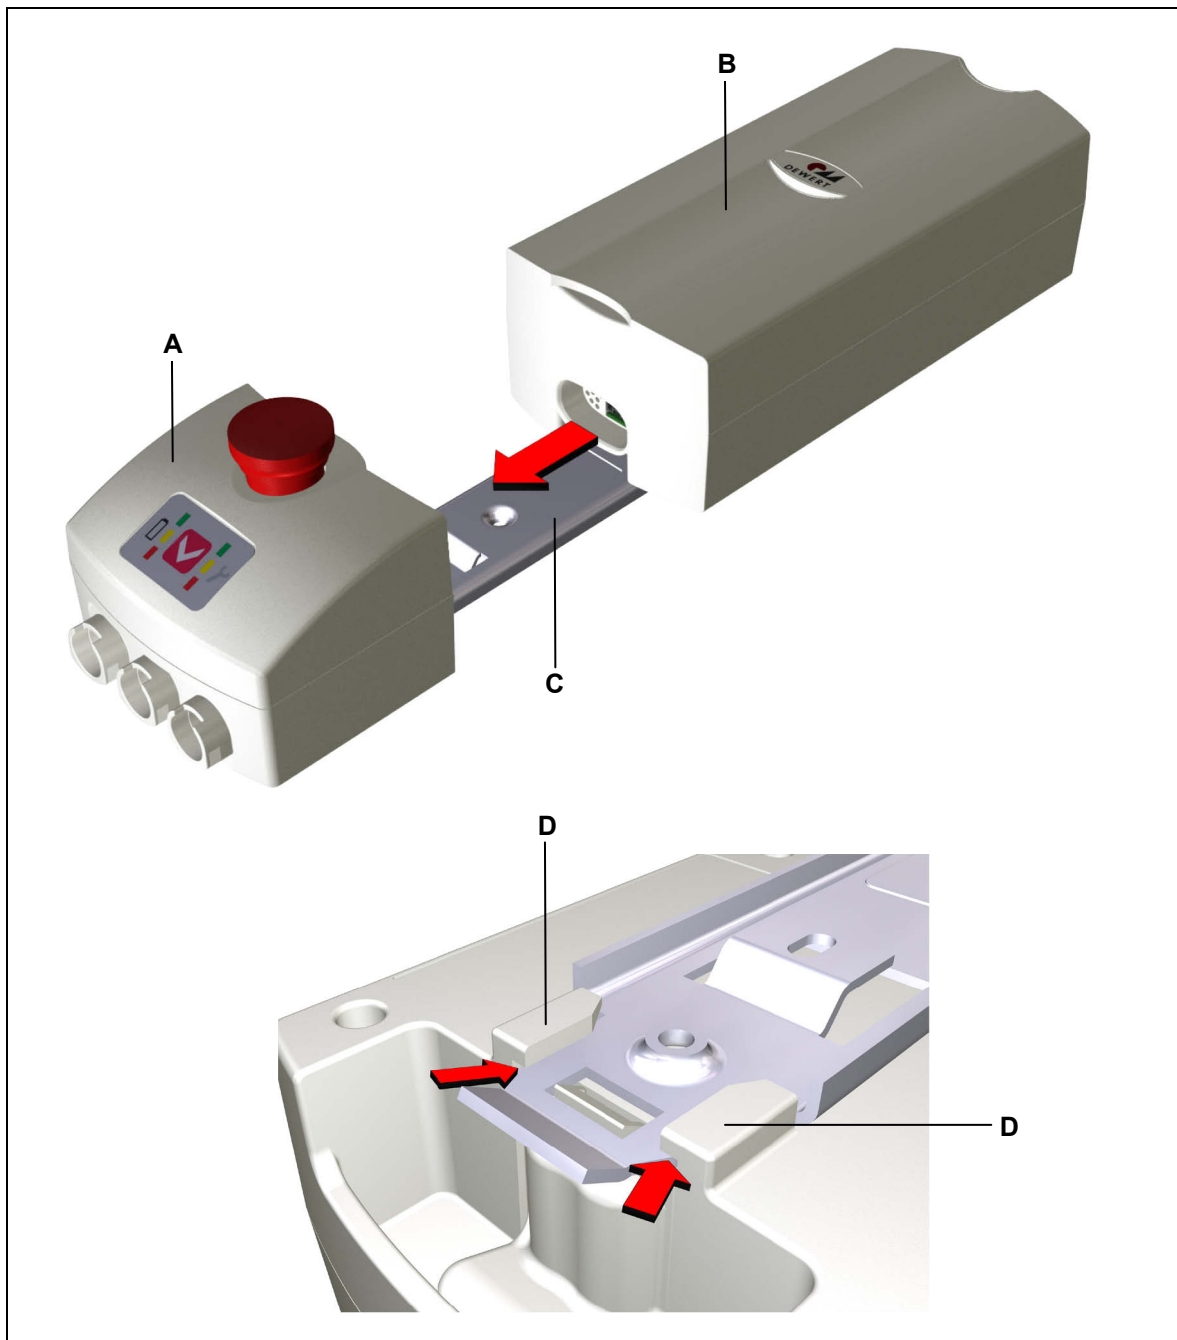

Abbildung 10 Einsetzen des ACCU an die CONTROL
- 3 Schieben Sie den ACCU auf die Montageschiene, wie in Abbildung 10 gezeigt, bis die Verriegelung einrastet. Die Gehäuseführungen (**D**) müssen dabei die Montageschiene umschließen, um einen festen Sitz zu gewährleisten.